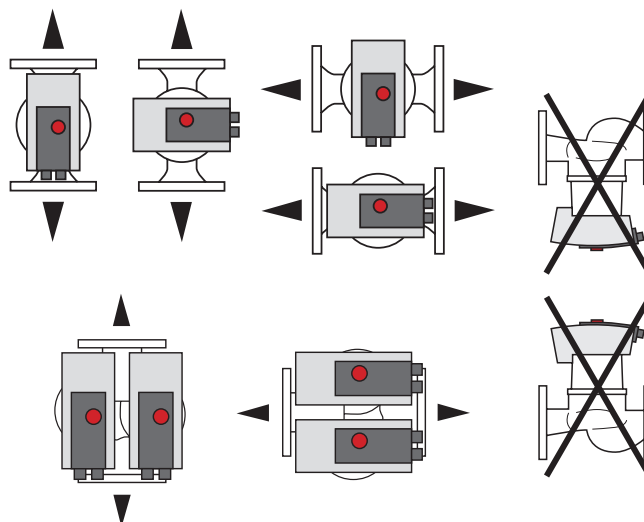

Fig. 4: Tilladte installationspositioner
1. Kontrollér tilladte installationspositioner → Fig. 4.